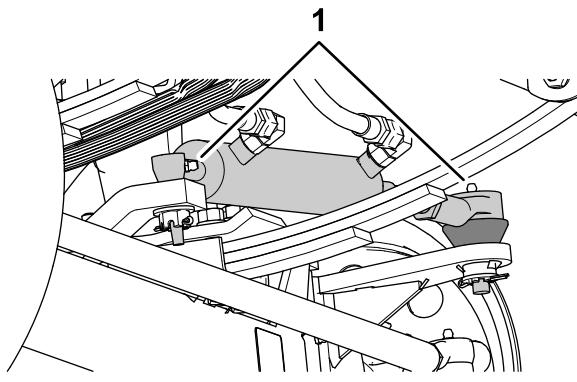
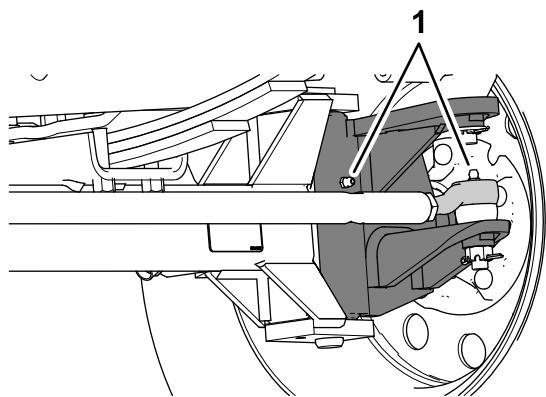

图 62
图 63
1. 将黄油嘴擦拭干净 图 62 和图 63。
2. 用黄油枪将润滑脂打入到黄油嘴 图 62 和图 63。
注意 黄油嘴的位置如图 62 中所示。